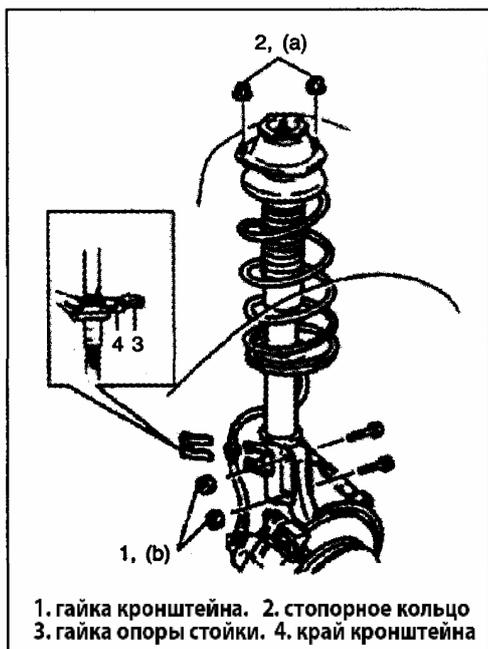

Рис. 515
- 1) Установите стойку в обратном порядке. Вставьте болты в направлении, как показано на рисунке (Рис.515).